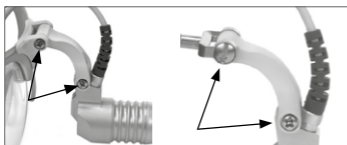

Abb. 13 Nachziehen der Schrauben
- Damit die LED MicroLight in jeder stufenlos frei wählbaren Position hält, kann ein Nachziehen der Schrauben mit einem Schraubenzieher notwendig werden (s. Abb. 13).